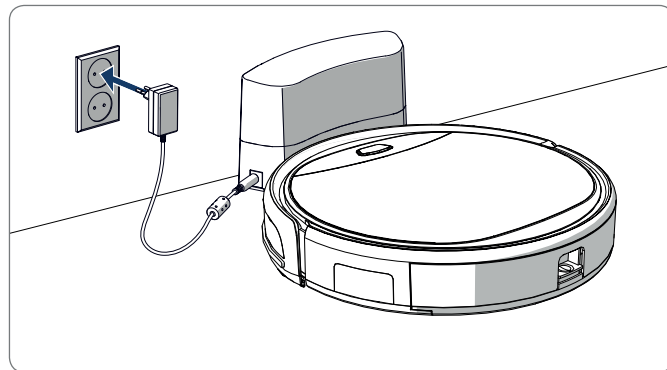

Figura 10 - Operazione di ricarica del robot con la stazione di ricarica
- In the charging station, see Figura 10. Durante le operazioni di ricarica, sulla stazione si illuminerà la spia di accensione.